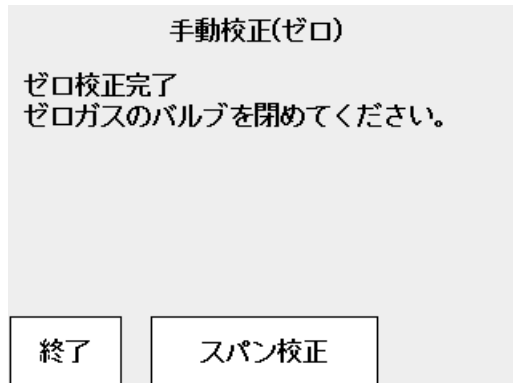

図5.24 ゼロ校正終了画面
- (9) 安定したら [Enter] キーを押します。図 5.24 の表示に変わります。この時点で測定値とゼロガスの濃度の合わせこみが行われます。ゼロガス流量設定バルブを閉じます。測定時にバルブが緩んでゼロガスが漏れ込むことのないようにロックナットは必ず締め付けておくようにしてください。